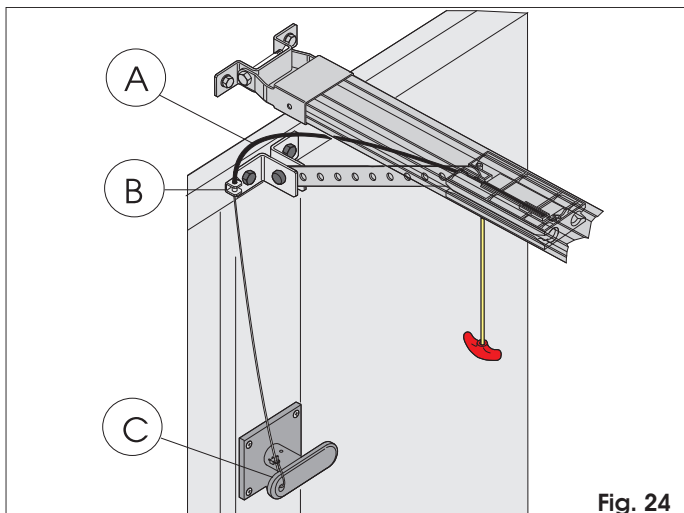

Fig. 24
- 1) Tagliare a misura la guaina del cavetto (Fig. 24 rif. A).
- 2) Infilare il cavetto nella guaina e farlo passare nell'apposito occhio dell'attacco sulla porta (Fig. 24 rif. B).
- 3) Tagliare a misura il cavetto ed assemblarlo con la leva interna della maniglia di sblocco (Fig. 24 rif. C).